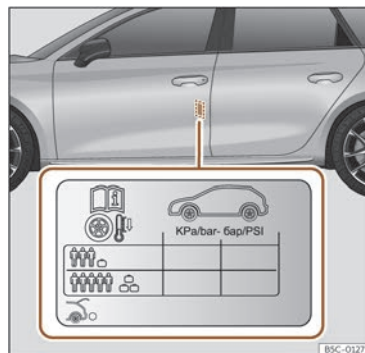

Fig. 250 Emplacement de l'autocollant de gonflage des pneus.
- Adaptez la pression des pneus en fonction de la charge transportée par le véhicule >>> **fig. 250.**
Les valeurs de pression de gonflage figurent sur l'autocollant situé sur la face arrière du cadre de la portière avant gauche >>> **fig. 250.**
Adaptez la pression de gonflage des pneus à la charge du véhicule. Si le véhicule est chargé au maximum, vous devez augmenter la pression de gonflage jusqu'à la valeur maximale de charge indiquée sur l'autocollant >>> **fig. 250.**
Dans le cas d'une roue de secours de taille réduite (125/70 R16 ou 125/70 R18), la gonfler à une pression de 4,2 bar comme indiqué sur l'autocollant de pression des pneus >>> **fig. 250.**
- Le conducteur est responsable de la pression correcte de tous les pneus de son véhicule. La pression de gonflage recommandée est indiquée sur un autocollant >>> **fig. 250.**
- Avec les pneus à froid, la pression devra toujours être celle indiquée sur l'autocollant >>> **fig. 250.**